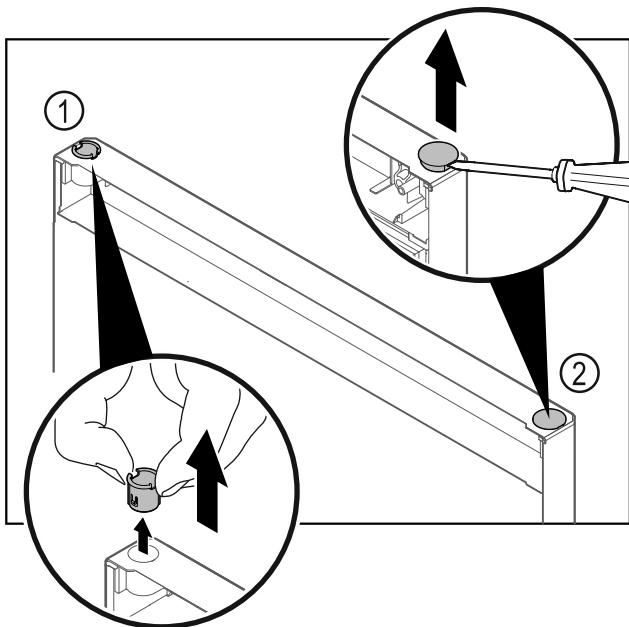

Fig. 19
- Pouzdro závěsu Fig. 19 (1) vytáhněte prsty.
- Krycí zátku Fig. 19 (2) opatrně nadzvedněte plochým šroubovákem a vytáhněte.